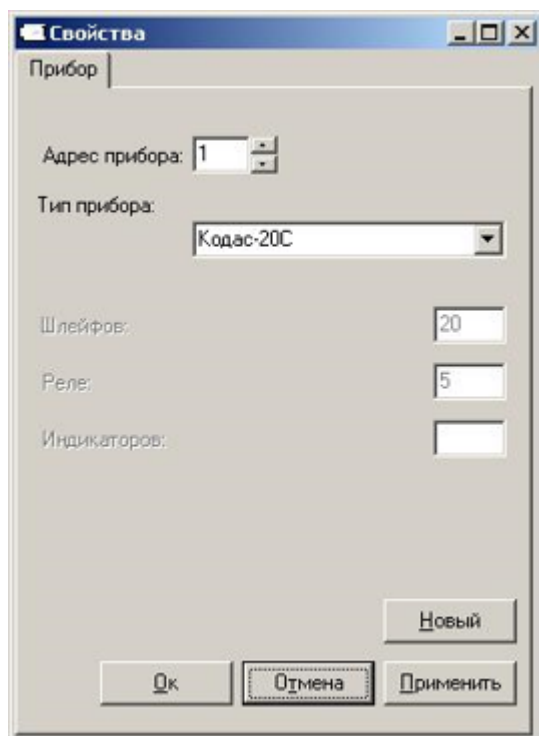

Рис. 7
- змінити тип блоку або змінити його адресу (кнопка «Властивості», або пункт контекстного меню «Властивості»), при цьому буде викликано діалогове вікно (рис. 7), в якому можна виконати зазначені операції.